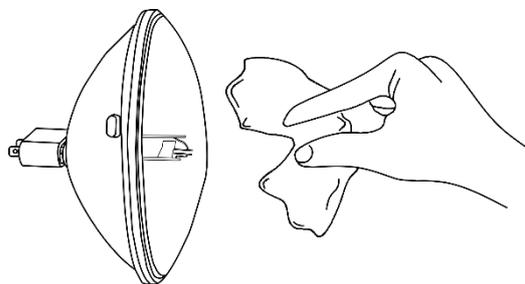

Fig. 04
- 04) Saque la bombilla de la caja y sujétela **por la base**. Lea las instrucciones de la bombilla. **No toque el cristal de la bombilla de la lámpara**. Los residuos de grasa en las manos reducen la vida útil de la bombilla. Si toca el cristal de la bombilla, límpielo con un paño limpio sin pelusas y frótelo con alcohol (Fig. 04).